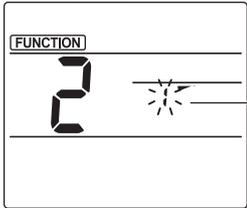

Fig. 3-2
- Seleccione el número de deflector (Fig. 3-2) Pulse los botones [A] para seleccionar el número de deflector [A] y, a continuación, pulse el botón [SET].